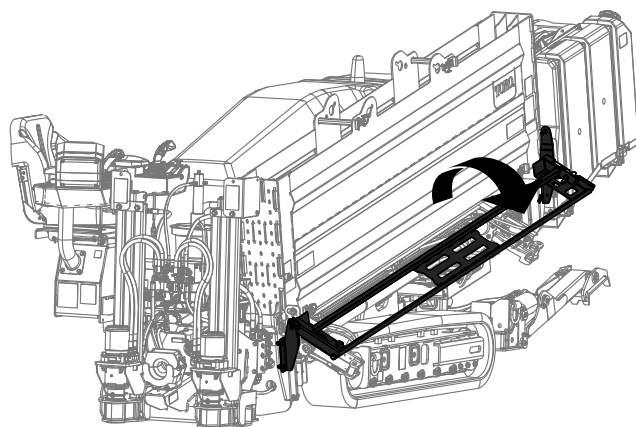

Figura 57
4. Baje el protector del cargador de tubos (Figura 57).